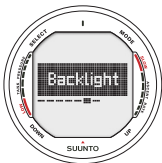

Fig. 3.14 . Instelmogelijkheden van de displayverlichting geselecteerd.
6. Displayverlichting (*Backlight*; Fig 3.14, 3.15)